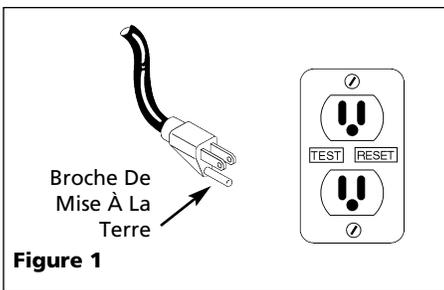

Figure 1
**Risque de secousse électrique mortelle! Cette pompe est fournie d'un fil de terre et d'une borne de terre. Une prise de courant qui se conforme aux codes NEC et locaux doit être utilisée (Voir Figure 1).**